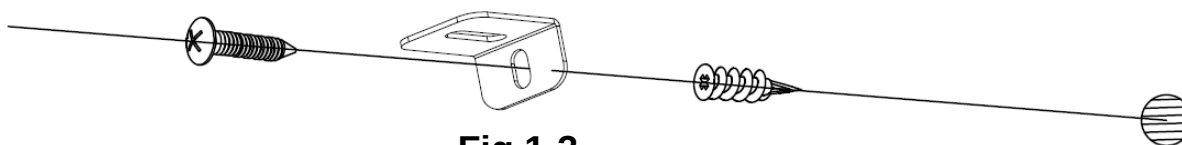

Fig 1-3
C. Installez l'ancrage en plastique (C) dans le mur sec, puis installez la vis la plus longue (B) (fournie) à travers le trou du support en L dans l'ancrage pour fixer le foyer au mur. (Fig 1-3)